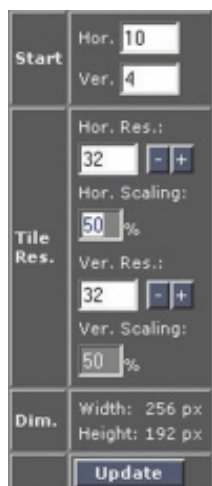

Imagen 6-46
1. Haga clic en  para abrir la caja de diálogo de posicionamiento de la pared. (imagen 6-46)